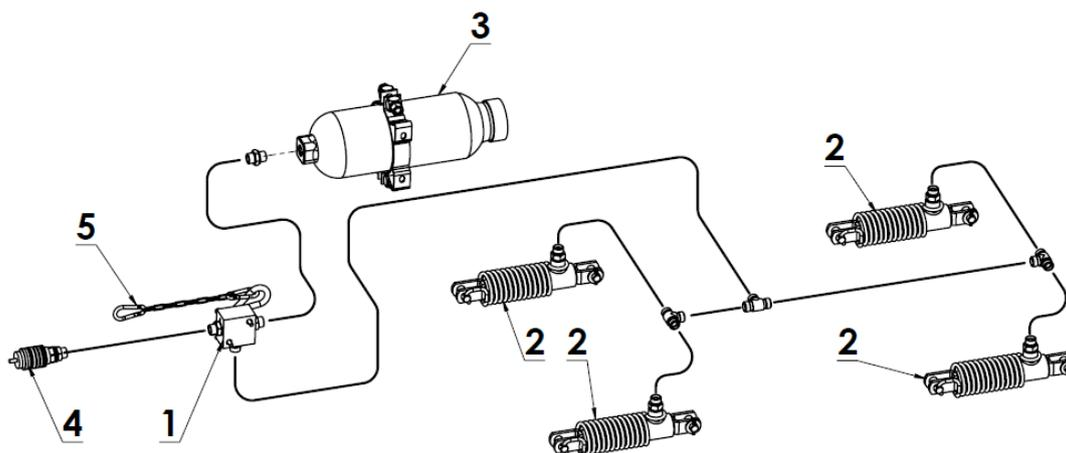

Рисунок 10-й 2-проводная гидравлическая тормозная система - навозоразбрасыватель N267/2:
- 1-проводная гидравлическая тормозная система N267/2 (рисунок 10),
При желании навозоразбрасыватель может быть оснащен гидравлической 1-проводной тормозной системой (рис. 10). Тормоз приводится в действие с места водителя путем нажатия на педаль тормоза трактора. Тормоз навозоразбрасывателя питается и приводится в действие непосредственно от гидравлической тормозной системы трактора. В случае непреднамеренного отсоединения навозоразбрасывателя от сцепного устройства трактора, аварийный клапан (1) через цепь (5) приводит в действие тормоза машины.